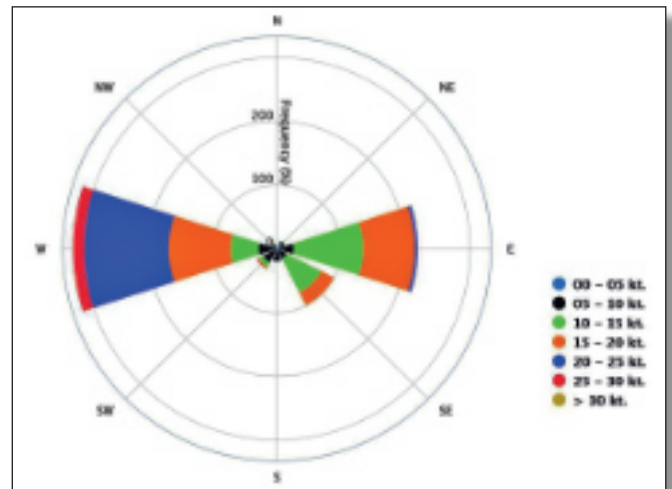

Fig. 1: la Rosa dei Venti per il mese di novembre a Calama
La **fig. 1** mostra la rosa dei venti all'aeroporto di Calama relativa a novembre 2018, indicativa anche per ottobre e dicembre: il vento da Est è la brezza discendente notturna, che viene sostituita da un Ovest a partire dalle 10 a.m. fino a dopo il tramonto. Già immagino che una brezza dai 20 ai 25 nodi per mezza giornata possa suggerire interessanti sistemi dinamici se raggiunge i vulcani, a 100 km di distanza. D'altra parte, il residuo di brezza notturna fino alle 10 ci obbligherebbe, per un decollo precoce, a scegliere la pista in salita, con un dislivello di 60 metri tra le due testate. Data l'altitudine di 2.300 m sul livello del mare, il motore Limbach a carburatori ci ha costretto alla resa arresi e abbiamo sempre aspettato l'istituzione della brezza occidentale per decollare.
- Anche il vento sul terreno era ogni giorno esattamente uguale, secondo la rosa di **fig. 1**.